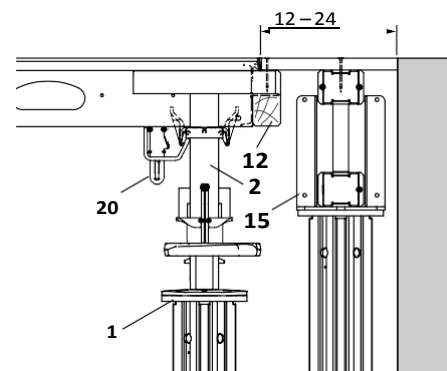

Fig. A5.38
1. Поставете панела SDP (3) над надл. трегер SLT (2) и осигурете с клинова панелна свързка (20).
2. Завийте с винтове гредата SPH (12) или друга греда на панела.
3. Поставете допълнителна подпора с ръстата глава (15) и основа за шперплат.
4. Монтирайте шперплата (16) и го заковете. (Fig. A5.38)